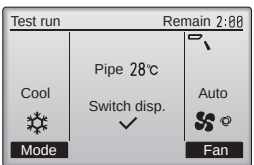

Fig. 7-3
- Щоб змінити режим роботи, натисніть кнопку [F1]. (Fig. 7-3)